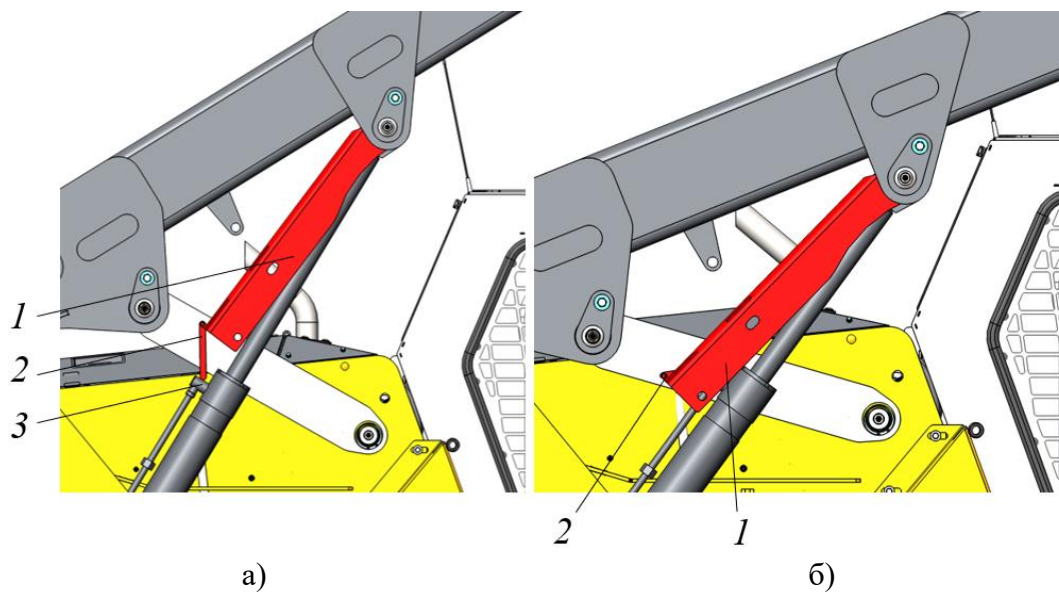

Рисунок 3.42. Снятие блокиратора стрелы
- ▶ поднять стрелу по направлению вверх так, чтобы штанга 2 заняла позицию над бонкой гидроцилиндра 3, см. рис. 3.42, а).
- ▶ При перемещении стрелы вниз, штанга 2 упрется в бонку гидроцилиндра 3 и переместит блокиратор 1 в сторону, см. рис. 3.42, б).